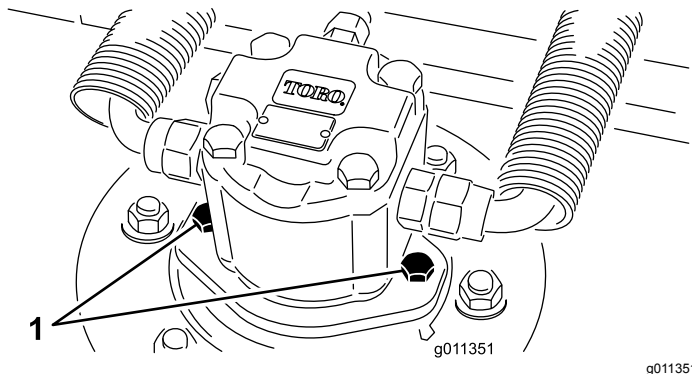

Figura 64
2. Desconecte el motor hidráulico y retírelo de la carcasa (Figura 64). Tape la parte superior del eje para evitar la contaminación.
4. Instale el motor hidráulico en la carcasa (Figura 64). Asegúrese de que la junta tórica está correctamente colocada y que no está dañada.